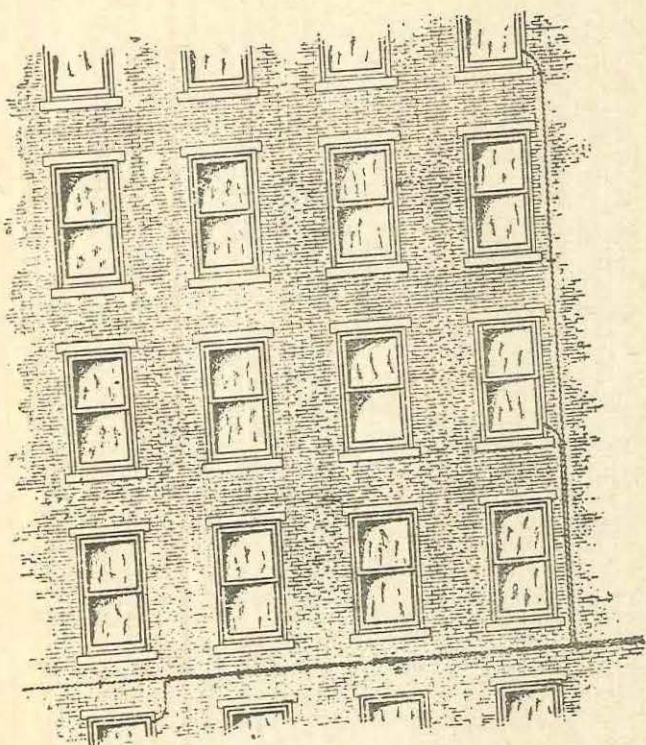

Fig. 2
a) Los tendidos en anillas se situarán atendiendo a su permanencia y fácil acceso; por tanto se evitarán aquellos que requieran el empleo de escaleras largas (fig. 2).